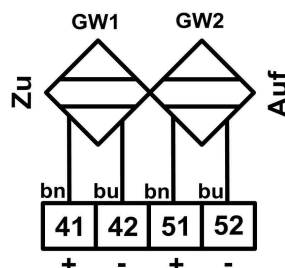

Bild 3: Anschlußplan der 2x Pepperl+Fuchs Sensoren
3.2 elektrischer Anschluß: Die Endschalterbox durch die Kabel-und Leitungseinführung M20x1,5mm nach Anschlußplan, Bild 3, angeschlossen. Anzugsdrehmoment = **4 Nm**, siehe Pkt. 6., Seite 7+8.